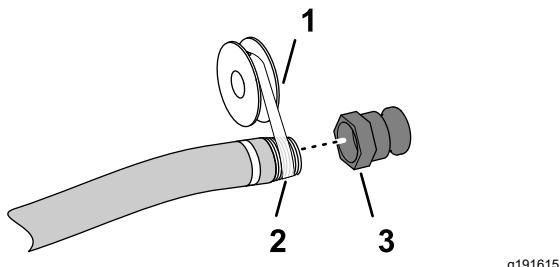

图 4
5. 在加水软管接头 25.4mm——美国标准管螺纹的螺纹上涂抹 PTFE 聚四氟乙烯螺纹密封胶图 4。
6. 将快速断开耦合器拧到加水软管上并用手紧固图 4。